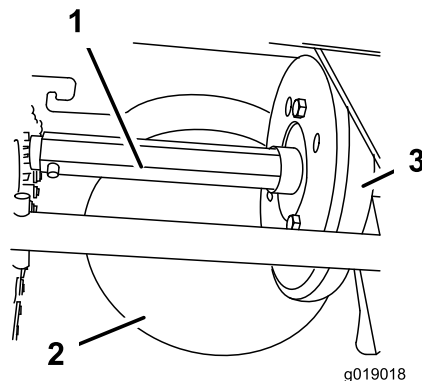

Figura 33
Lubrique ligeramente el eje hexagonal cada año con aceite de motor para automóviles (Figura 33).
**Importante:** No manche de aceite la rueda de goma o la polea de fricción de acero, porque la transmisión patinaría (Figura 33).